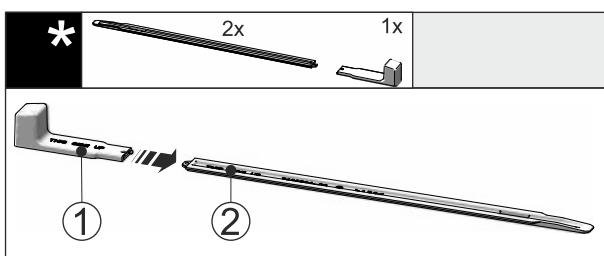

Fig. 54
► Вставте монтажну ручку Fig. 54 (1) на вирівнювальну рейку Fig. 54 (2).